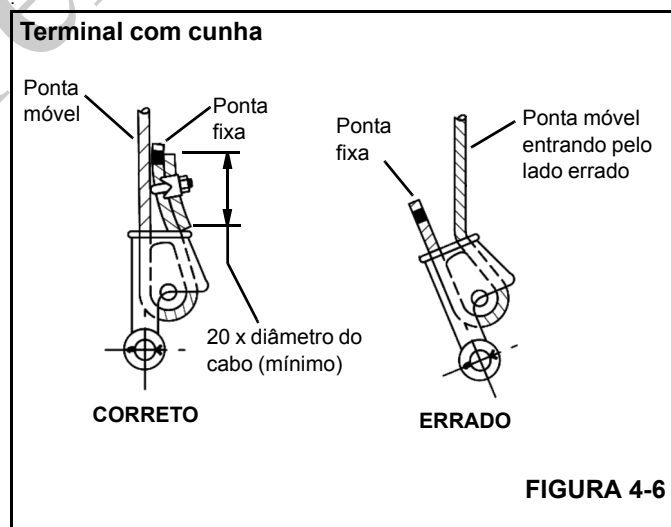

FIGURA 4-6
3. Certifique-se de que a extremidade móvel do cabo (Figura 4-6) fique diretamente alinhada às orelhas do terminal e ao sentido da tração a que o cabo será submetido. Se o cabo for incorretamente carregado no terminal, sob uma carga, o cabo dobrará conforme sai do terminal e a borda do terminal se desgastará no cabo causando danos ao cabo e falhas eventuais.
4. Insira a extremidade do cabo de aço no terminal, forme um laço no cabo e passe-o de volta através do terminal deixando que a ponta fixa (Figura 4-6) sobressaia do terminal. Verifique se a ponta fixa do cabo tem comprimento suficiente para que seja possível aplicar o tratamento da extremidade à ponta fixa após a cunha ter sido assentada.